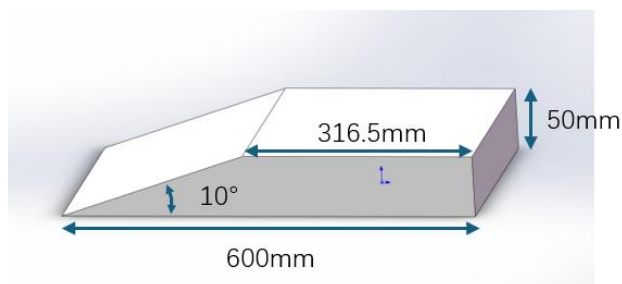

图 2 着陆平台、取、卸货平台示意图
2. 着陆平台、取、卸货平台（以下简称“平台”）：平台尺寸 600mm × 600mm，高 50mm，侧面有长斜坡（坡度 10°），具体见图 2。